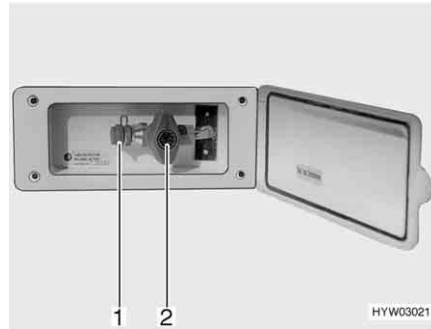

Bild 96 Externer Gasanschluss, Gasabsperventil geschlossen
Der externe Gasanschluss (Bild 96) befindet sich je nach Modell am Heck oder auf der linken bzw. rechten Fahrzeugseite.
- Externes Gasgerät an der Anschluss-Stelle (Bild 96,1) anschließen.
- Das Gasabsperventil (Bild 96,2) öffnen.